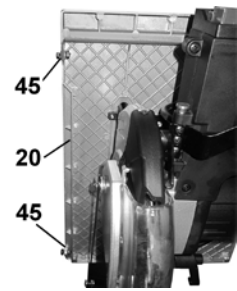

Рис. 5
8.5. Установка направляющей рейки распиловочного стола (Рис. 5;6)
8.5.1. Как показано на (Рис. 5), на боковом торце рабочего стола (20) установите два винта с гайкой (45), установите и закрепите направляющую рейку (16).